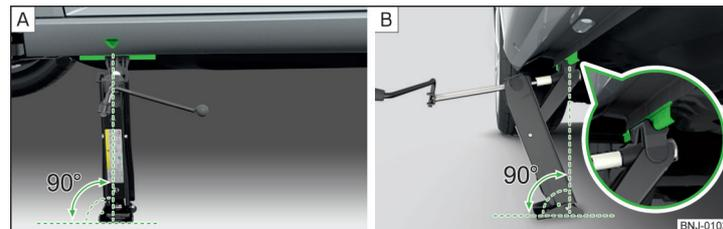

Fig. 185 Schéma du principe : Application du cric
- Posez l'embase du cric sur toute sa surface sur un sol plan et assurez que le cric s'applique à la perpendiculaire du point de prise » fig. 185 - A.
- Faites monter le cric jusque sous le point de prise en faisant tourner la manivelle jusqu'à ce que sa griffe entoure la traverse » fig. 185 - B.